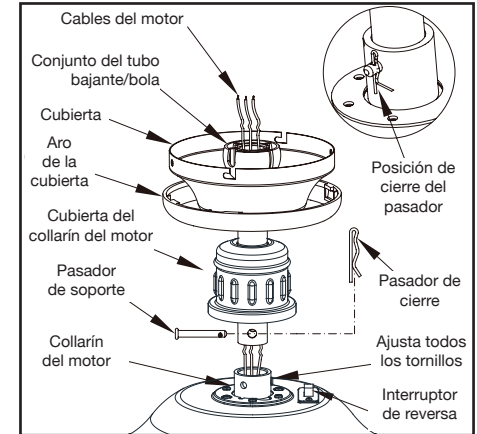

Figura 7
4. Inserta los cables que salen por la parte superior del motor del ventilador, a través de la cubierta decorativa del collarín del motor y enseguida por el aro de la cubierta. Asegúrate de que las ranuras queden en la parte superior. Inserta los cables a través de la cubierta y enseguida a través del conjunto del tubo bajante y bola. (Figura 7)
6. Alinea los orificios en la parte inferior del tubo bajante con aquellos del collarín en la parte superior de la carcasa de motor. (Figura 7) Inserta con cuidado el pasador de soporte a través de los orificios del collarín y del tubo bajante. Ten cuidado de no apretar contra el cableado dentro del tubo bajante. Inserta el pasador de cierre en el orificio cercano al extremo del perno hasta que encaje en su posición, como se muestra
en el círculo de la Figura 7.
Este ventilador se envía desde la fábrica con el interruptor de reversa en posición de hacer circular el aire hacia abajo. Si deseas encauzar el flujo de aire en sentido contrario, apaga el ventilador y espera a que las aspas se detengan; enseguida desliza el interruptor de reversa (ubicado en la caja de interruptores, consulta la Figura 7 de la página 4) hacia la dirección opuesta y a continuación vuelve a encender el ventilador. Las aspas del ventilador girarán en sentido contrario e invertirán la corriente de aire.